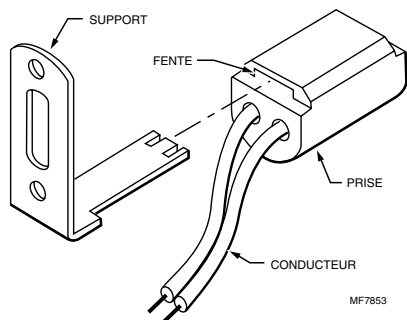

Fig. 3. Insertion du support de montage dans la fente de la prise.
- 3 Insérer le support de montage dans la fente de la prise (voir la Fig. 3) aussi loin que possible.